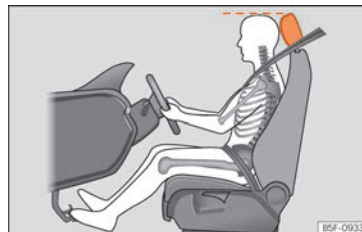

Abb. 84 Die richtige Kopfstützeinstellung des Fahrers.
- Stellen Sie den Fahrersitz in Längsrichtung so ein, dass Sie das Gas-, Brems- und Kupplungspedal mit leicht angewinkelten Beinen ganz durchtreten können » **Abb. 84.**
- Stellen Sie die Kopfstützen so ein, dass die Oberkante der Kopfstütze sich möglichst auf einer Linie mit dem oberen Teil Ihres Kopfes befindet » **Abb. 84.**